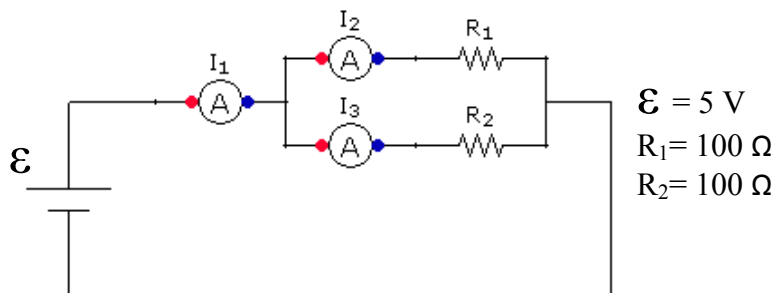

Figura 5.11 Circuito de una espira con resistencias en paralelo
n) Arma el circuito de la figura 5.11
8. Obtén la resistencia equivalente de las dos resistencias en paralelo del circuito de la figura 5.11